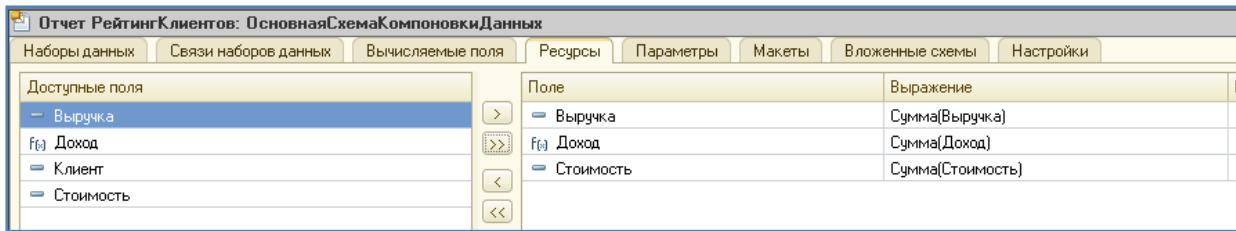

Рис. 64. Конструктор запроса
6. Закладка Ресурсы. По кнопке >> выбрать все доступные ресурсы отчета (рис. 64).